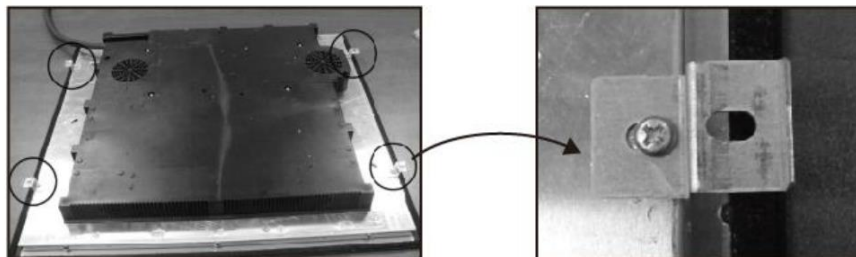

Fig. 5
- Après installation, fixer la plaque à induction à la surface de travail à l'aide des 4 vis sur la partie inférieure de la plaque de cuisson (voir la fig. 5). Ajuster l'emplacement du support de montage aux différentes épaisseurs de la table de travail.